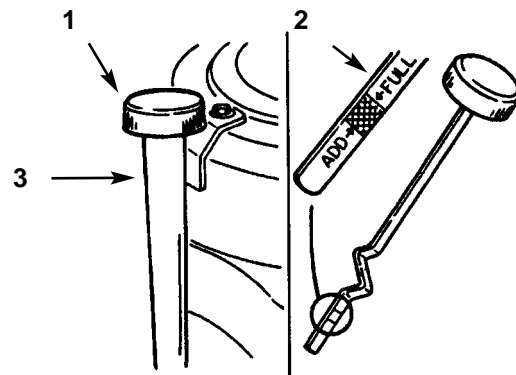

Fig. 32
3. Pulite attorno all'asta di misurazione del livello dell'olio (Fig. 32) perché lo sporco non penetri nel foro di riempimento, danneggiando il motore.
4. Svitare l'asta di misurazione dell'olio e pulitene l'estremità di metallo (Fig. 32).
fondo sul tubo di riempimento (Fig. 32). Svitare di nuovo l'asta ed osservarne l'estremità di metallo: se il livello dell'olio è basso, versate lentamente nel tubo di riempimento abbastanza olio da portare il livello alla tacca "FULL".
6. Versate lentamente nel tubo di riempimento (Fig. 32) circa l'80% del quantitativo di olio indicato. Ora verificate il livello; vedi Verifica del livello dell'olio, pag. 30, punti 4 e 5.